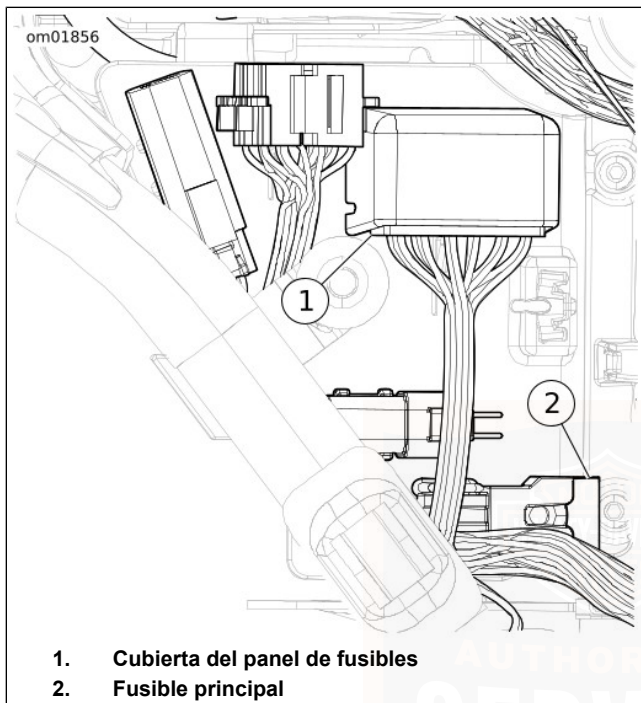

Figura 49. Panel de fusibles y ubicación del fusible principal
3. Vea Figura 49. Retire el fusible principal (2).
3. Vea Figura 49. Quite la cubierta del panel de fusibles (1).